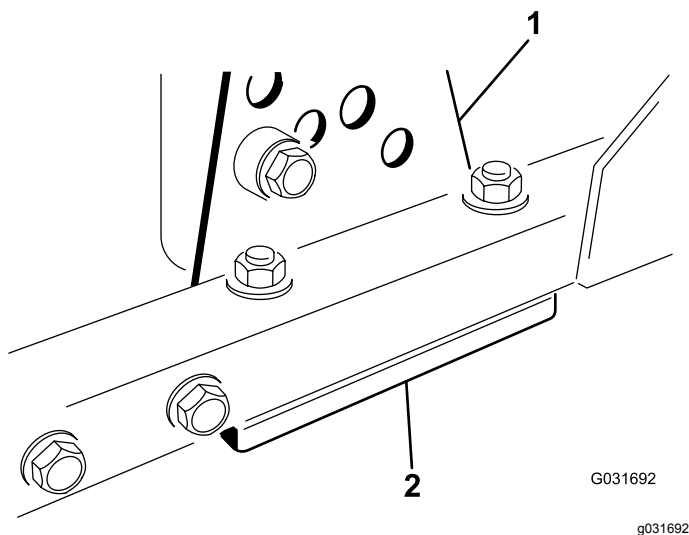

Figura 94
1. Retire o suporte da altura de corte (frente, esquerda ou direita) da estrutura da plataforma (Figura 94).
2. Ajuste os calços de 1,5 mm e/ou de 0,7 mm entre a estrutura da plataforma e o suporte para obter a definição de altura pretendida (Figura 94).